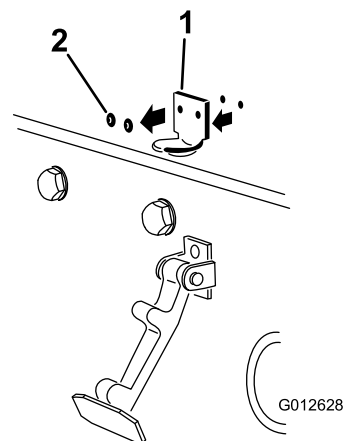

Bild 5
2. Entfernen Sie die zwei Nieten, mit denen die Halterung des Motorhaubenriegels an der Motorhaube befestigt ist (Bild 5).